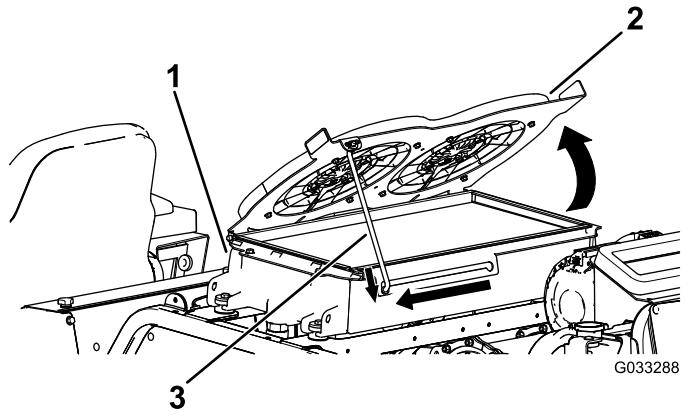

Figure 109
2. Faites pivoter les ventilateurs de refroidissement hydrauliques vers le haut et calez la béquille dans le cran (Figure 109).